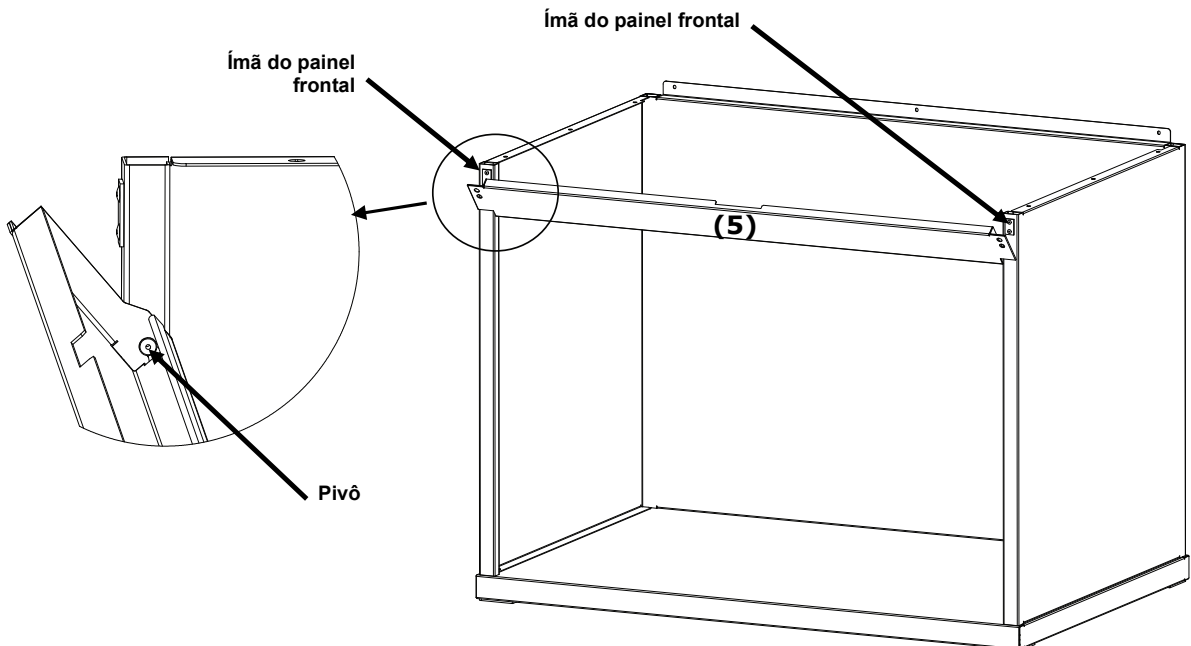

Figura 5. Montagem do painel frontal
7. Encaixe as fendas no painel frontal (5) nos pivôs localizados nos dois painéis laterais.
8. Gire para cima o painel frontal em direção da unidade até que os ímãs entrem em contato com o painel frontal. Veja a Figura 5.